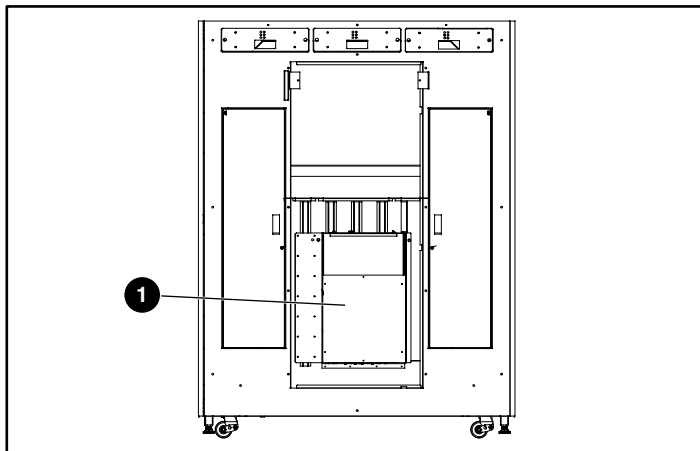

Figura 5: Rimozione del coperchio dell'alloggiamento dei componenti elettronici
- ❶ Gruppo ventola
- ❷ Viti
- ❸ Scatola elettrica
4. Rimuovere le sei viti che fissano il coperchio all'alloggiamento dei componenti elettronici (vedere la Figura 5).